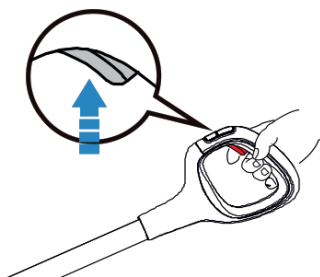

Fig. 12
- Al presionar el gatillo, como se muestra en la Fig. 12, se inyecta agua limpia en el cepillo. Al soltar el gatillo, el agua deja de ser inyectada. En el modo TURBO, la velocidad de succión e inyección de agua es mayor que en el modo de funcionamiento normal.